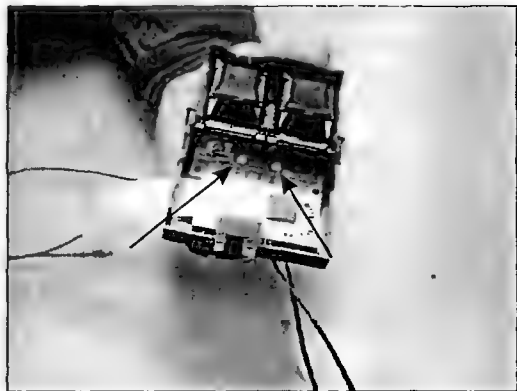
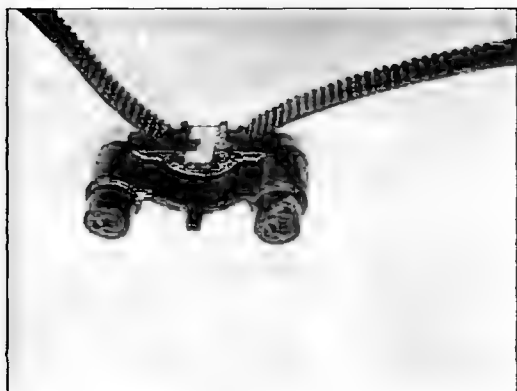

Рис. 2.10
Рис. 2.11
7. Отсоединяют узел закрепления ремня к каретке. Для этого откручивают два винта на верхней части каретки (рис. 2.10). На рис. 2.11 показано крепление ремня к узлу: он вставлен в зубчатый паз и зафиксирован металлическим хомутом.